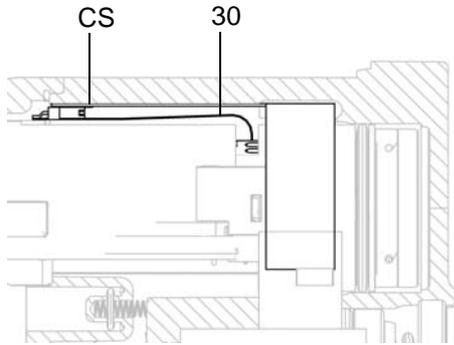

Fig. 36. Elastische Schaltung anschließen
- Die Hochspannungserzeuger-/Turbineinheit in das Pistolengehäuse (10) stecken. Sicherstellen, dass die Massebänder (EE) das Pistolengehäuse berühren.
Nur für Smart-Modelle: Den Stecker der 6-poligen elastischen Schaltung (30) mit der Buchse (CS) oben am Pistolengehäuse ausrichten. Siehe hierzu FIGURE 36.